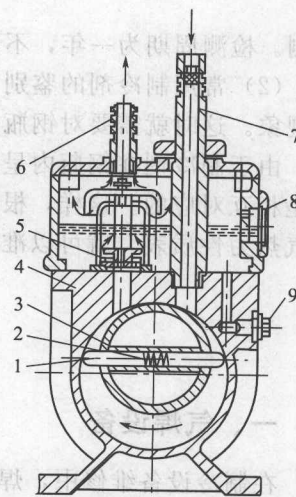

图 1-18 2X 型旋片式真空泵结构图
(1) 真空泵的构造 真空泵是抽除制冷系统内气体以获取真空的专用设备，在制冷设备的维修中应用广泛，其结构见图 1-18。